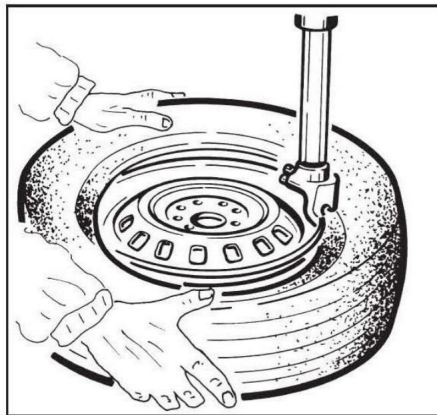

Abb. 12
Treten Sie mit dem Pedal (Z) den Drehteller im Uhrzeigersinn, fahren Sie fort, bis Sie der gesamte Umfang der Felge. (Bild 12)